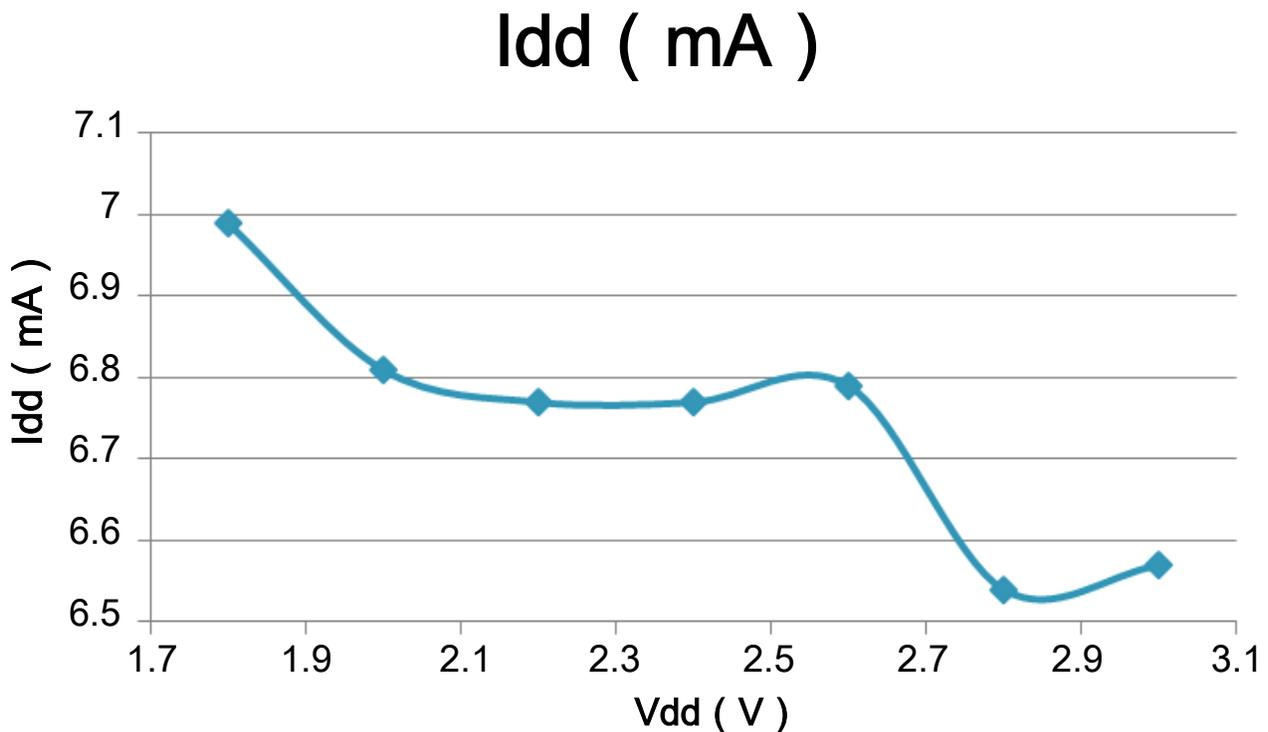
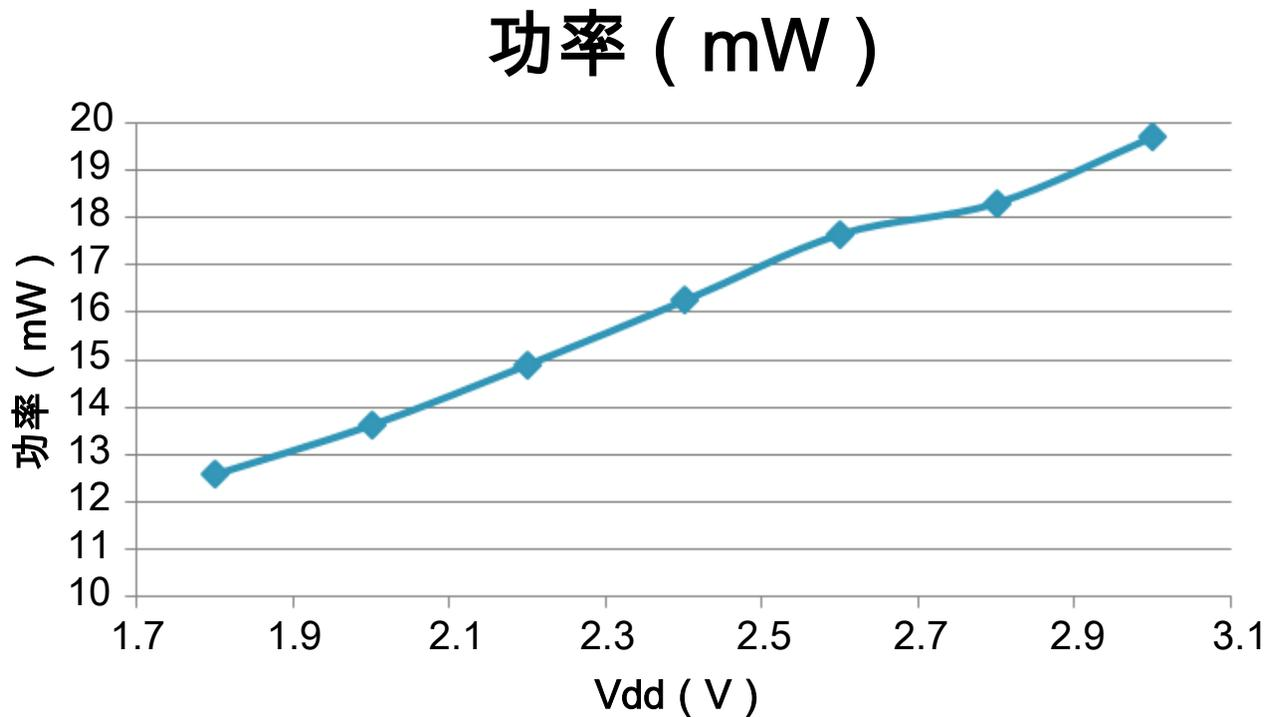

图 7. Kinetis MCU 上 IDD 与 VDD 之间的典型关系
图 8. Kinetis MCU 功率与 VDD 之间的关系
19. 最低功耗时的 IDD 并不一定最低。图 7 所示为 Kinetis L MCU 上 IDD 与电压的典型关系曲线。图 8 所示为总功率曲线（功率 = $IDD * VDD$ ）。请注意，在较低 VDD 值下运行 MCU 的确可降低功耗，但是会导致 IDD 较高。